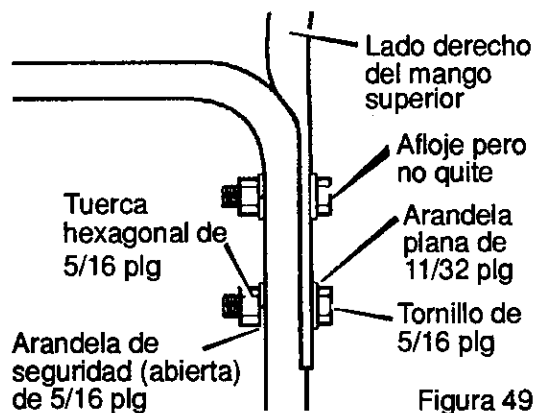

Figura 49
3. Afloje pero no quite los tornillos, arandelas planas, arandelas de seguridad y tuercas hexagonales que se encuentran en los agujeros superiores del mango inferior. Vea la Figura 49.